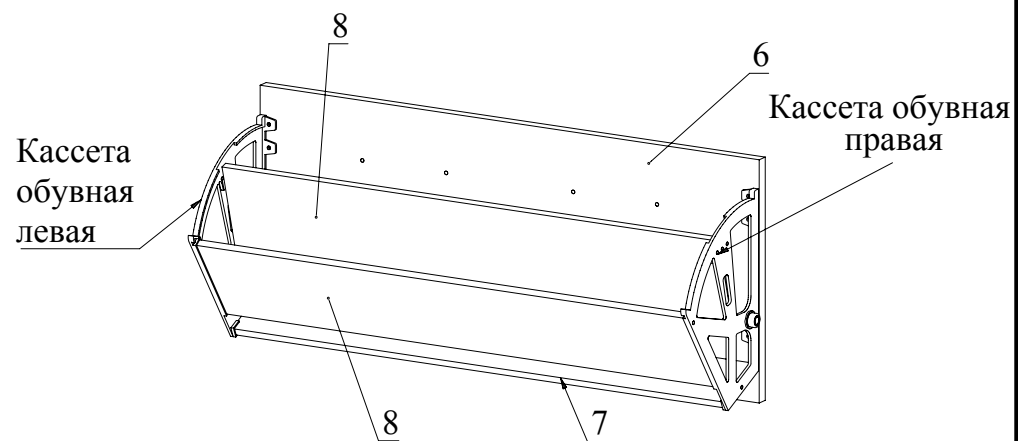

Рис.6
7. Установите заглушки конфирмат и минификс (Рис. 6).